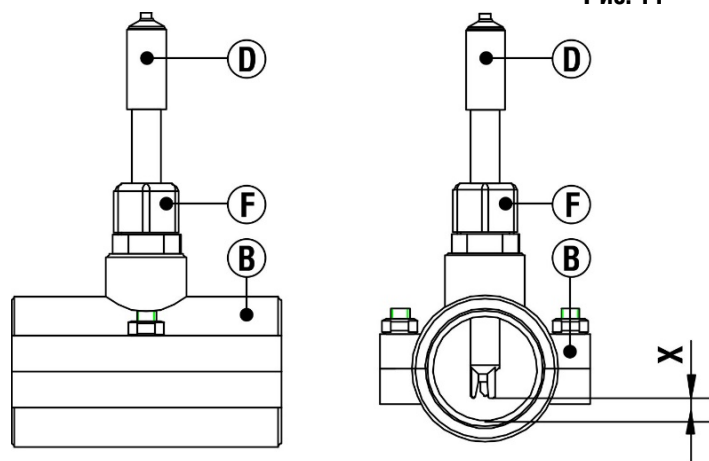

Рис. 11
3.10 СХЕМА УСТАНОВКИ ДАТЧИКОВ pH и RX В ЗАЖИМНОЕ СЕДЛО (Рис. 11)
Для установки датчика pH или RedOx вы можете использовать зажимное седло с внутренней резьбой DN50 - 1/2" GF и держатель датчика (STD) 1/2", IN-LINE, PP, как показано на Рис. 11.
Для установки датчиков pH или RedOx вы можете использовать зажимное седло с внутренней резьбой DN50 - 1/2" GF* и держатель датчика (STD) 1/2", IN-LINE, PP, * как показано на Рис. 11.